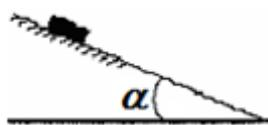

Рисунок 24
1. По наклонной плоскости из состояния покоя начинает скользить тело массой $m = 1$ кг (рисунок 24). Коэффициент трения скольжения $f = 0,1$. Определить закон движения точки, если угол $\alpha = 30^\circ$.